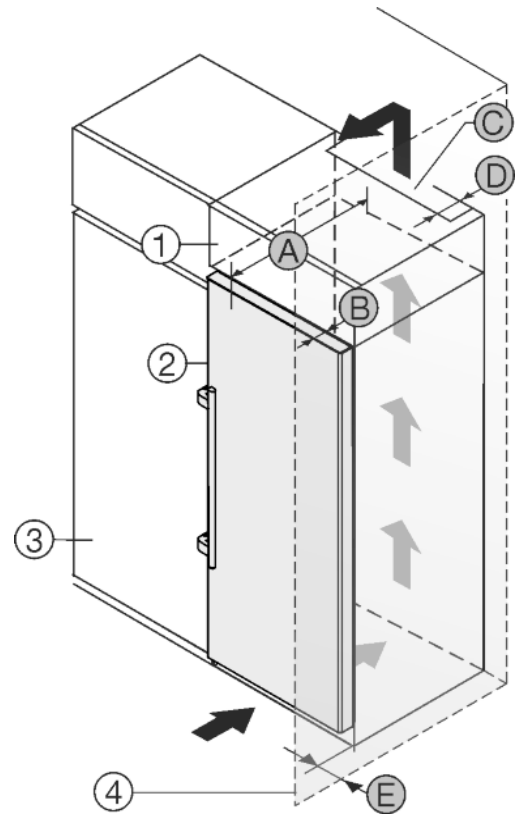

Fig. 22
Устройство может быть окружено кухонными шкафами. Чтобы уравнять устройство Fig. 22 (2) по высоте с кухонной стенкой, можно установить над устройством дополнительный шкафчик Fig. 22 (1).
Установить устройство можно непосредственно рядом с кухонным шкафом Fig. 22 (3). Чтобы можно было полностью открыть двери, устройство должно выступать на глубину Fig. 22 (B) относительно передней стенки кухонного шкафа. В зависимости от глубины кухонных шкафов и использования пристенных распорок устройство может выступать и больше.
- На задней стенке дополнительного шкафчика должен быть вентиляционный канал с глубиной Fig. 22 (D) по всей ширине этого шкафа.
- Нужно соблюдать вентиляционное отверстие *Fig. 22 (C)* под нижней панелью.
Если устройство установлено на шарнирах у стены *Fig. 22 (4)*, то нужно соблюдать расстояние *Fig. 22 (E)* между устройством и стеной. Настолько выступает ручка при открытой дверце.